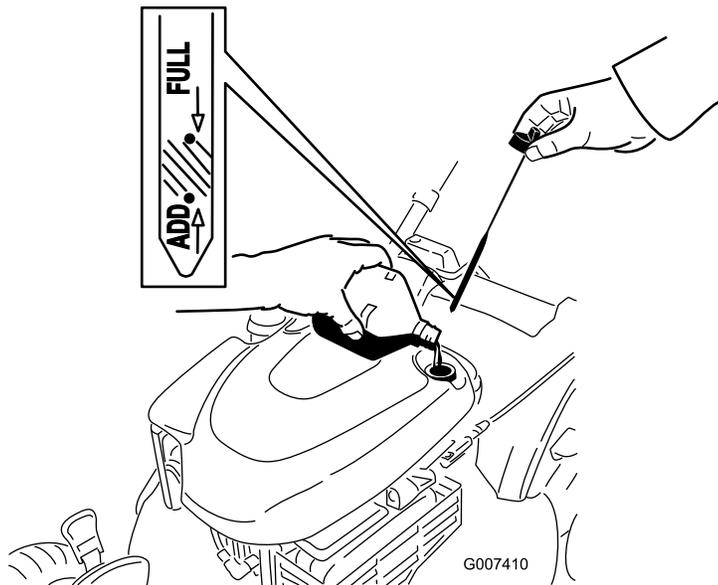

Bild 7
- Entfernen Sie den Peilstab (Bild 7) und füllen Sie Öl in den Einfüllstutzen bis ca. 3/4 des Füllvolumens des Kurbelgehäuses ein.
- Nehmen Sie den Peilstab heraus und lesen Sie den Ölstand am Peilstab ab, siehe Bild 7.
die Schritte 3 bis 5, bis der Ölstand richtig ist, wie in Bild 7 dargestellt.